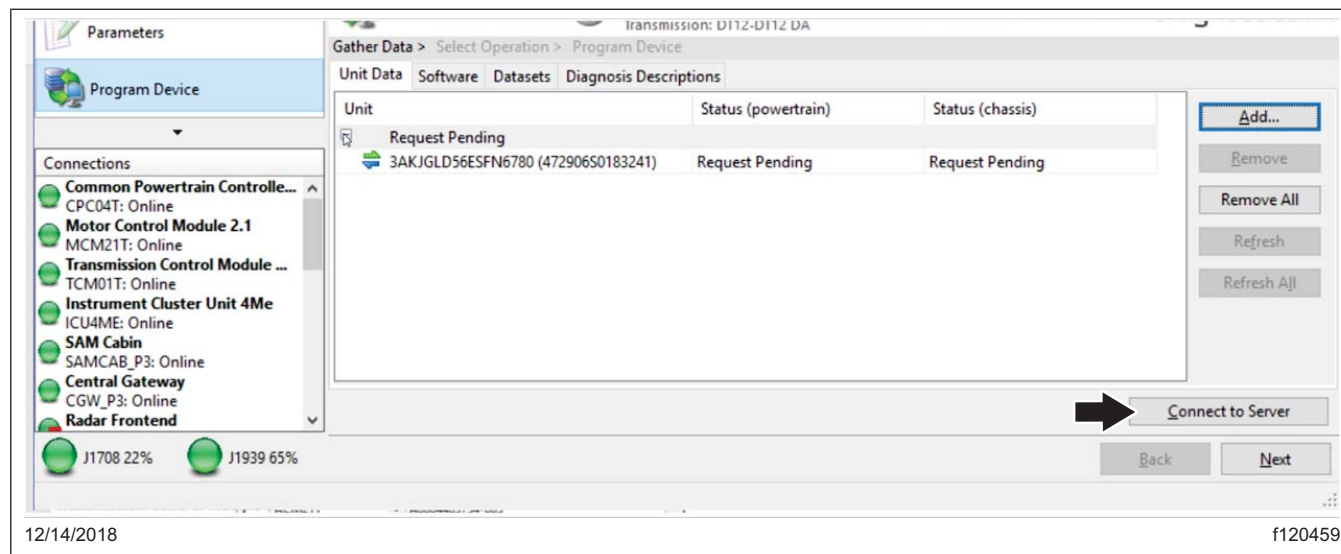

Fig. 8, Téléchargement des données à jour
9. Il devrait y avoir une demande en attente pour le NIV. Cliquez sur « Connect to Server » (Se connecter au serveur) pour télécharger les données à jour. Reportez-vous à la figure 8. Le serveur fournira tous les nouveaux logiciels disponibles sur le serveur, de même que les paramètres à jour pour le nouveau logiciel, ajusté en fonction des paramètres qui viennent d'être téléchargés à partir du véhicule.